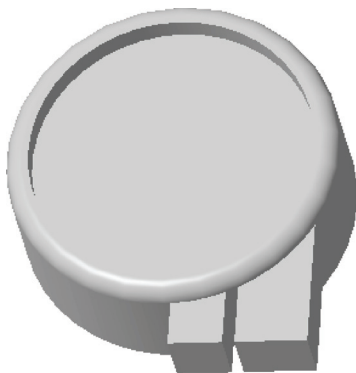

图 17-33 创建拉伸特征二
STEP 10 单击“完成”按钮，完成拉伸特征的创建，效果如图 17-33 所示。